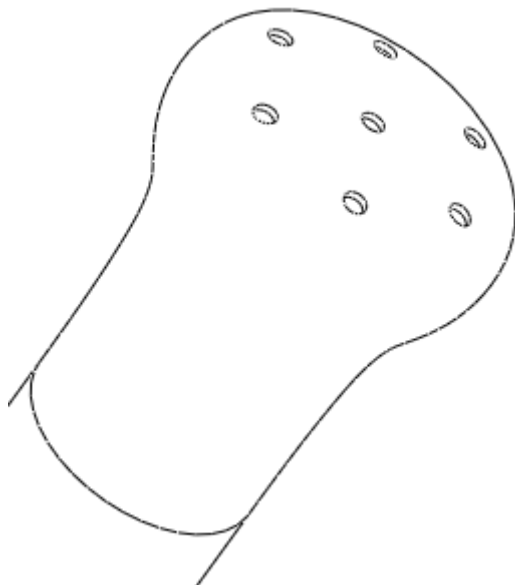

图 48-19
(6) 单击阵列特征操控板中的  按钮，完成阵列特征，结果如图 48-19 所示。